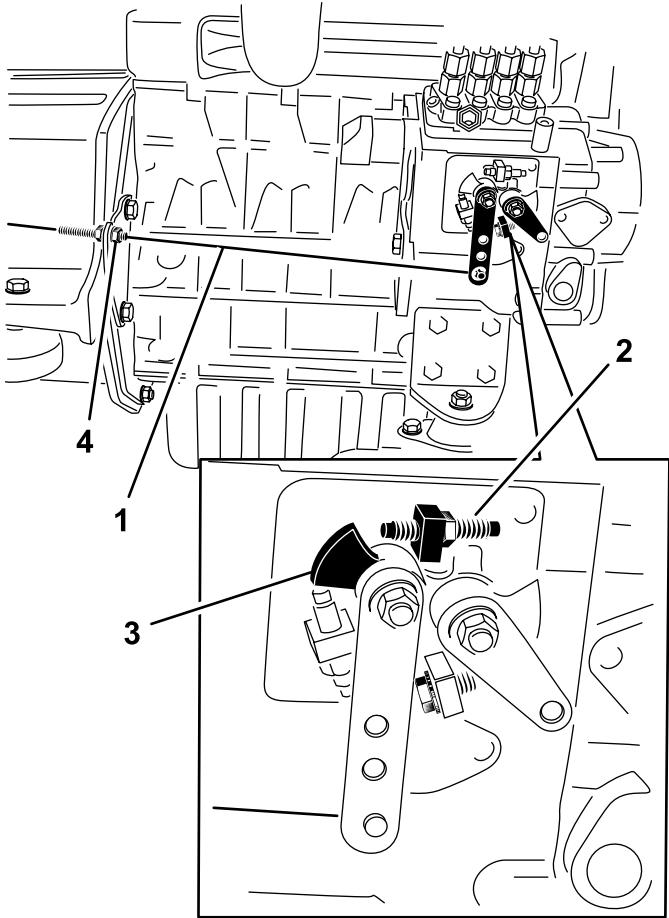

Figura 33
2. Verificate la posizione della leva di selezione della velocità sulla pompa di iniezione del carburante. La leva di selezione della velocità dovrebbe venire a contatto con la vite di velocità elevata quando la leva dell'acceleratore è in posizione di MASSIMA (arresto) (Figura 33).
3. Se necessario, regolate la posizione dei controdadi del cavo di comando dell'acceleratore finché la leva di selezione della velocità non viene a contatto con la vite di velocità elevata quando la leva dell'acceleratore è in posizione di MASSIMA (arresto) (Figura 33).